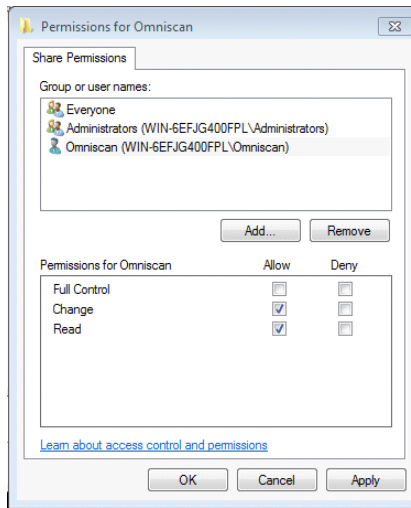

Рис. 7-33 Окно Разрешения для Omniscan (Windows 7)
14. В диалоговом окне **Permissions for Omniscan** выберите **Change** (Изменить) и **Read** (Чтение) в колонке **Allow** (Разрешить) для пользователя Omniscan и нажмите **ОК** (см. Рис. 7-33 на стр. 233).